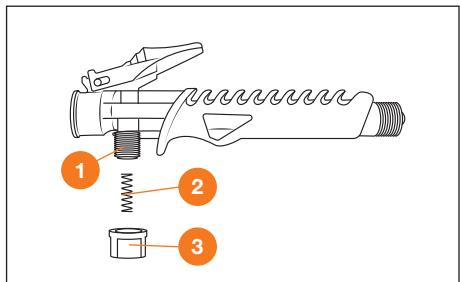

Рис. 27
Разберите рукоятку управления: открутите торцевую пробку ③, извлеките пружину ②, промойте в чистой воде, просушите, смажьте пружину и уплотнительное резиновое кольцо ① силиконовой смазкой, плотно закрутите торцевую пробку (Рис. 27).